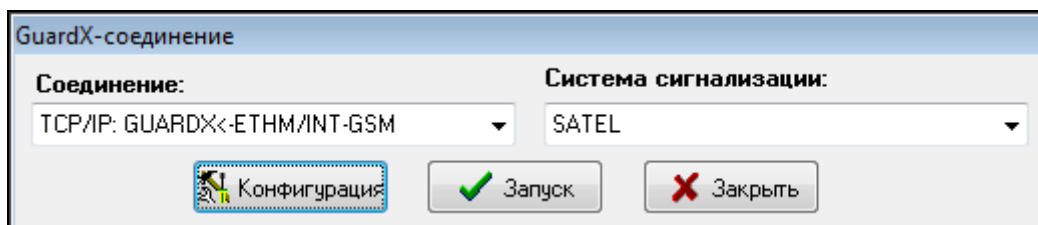

Рис. 20. Программа GUARDX: Стартовое окно.
Настройки, касающиеся связи с системой охранной сигнализации можно настроить в стартовом окне программы GUARDX (рис. 20), нажав кнопку "Конфигурация".
1. В стартовом окне (рис. 20), в поле "Соединение", выберите "TCP/IP: GUARDX<-ETHM/INT-GSM", затем кликните по кнопке "Пуск". Будет отображено окно с информацией о том, что программа ожидает установки соединения.
1. В стартовом окне (рис. 20), в поле "Соединение" выберите "TCP/IP: GUARDX<-ETHM/INT-GSM", затем кликните по кнопке "Пуск". Будет отображено окно с информацией о том, что программа ожидает установки соединения.
1. В стартовом окне (рис. 20), в поле "Соединение", выберите "TCP/IP: сервер SATEL", затем нажмите кнопку "Пуск".